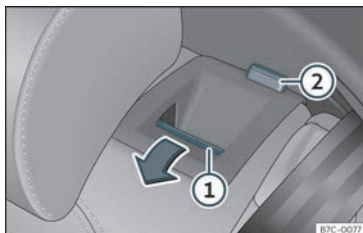

Fig. 102 Asento traseiro: abater o respaldo.
- Prema a tecla de desbloqueo»» fig. 102 ① cara adiante e, ao mesmo tempo, abata o respaldo. O respaldo traseiro está desbloqueado cando aparece unha marca vermella na tecla ②.
O respaldo traseiro está desbloqueado cando aparece unha marca vermella na tecla »» **fig. 102** ②.